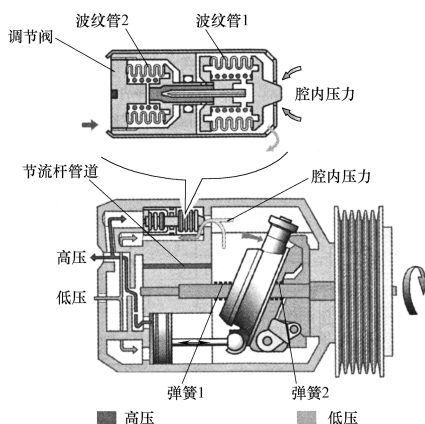

图 4-169 高压制冷时的压缩机工作情况
(2) **高制冷率** 高、低压管的相对压力较高时，调节阀打开，从节流管流入的高压经调节阀流回低压端，腔内的压力下降。活塞顶部的压力与弹簧 1 的压力之和大于活塞底部的压力（腔内压力）与弹簧 2 的压力之和，**旋转斜盘的倾斜角度增大，活塞的行程增大，输出功率提高，**如图 4-169 所示。